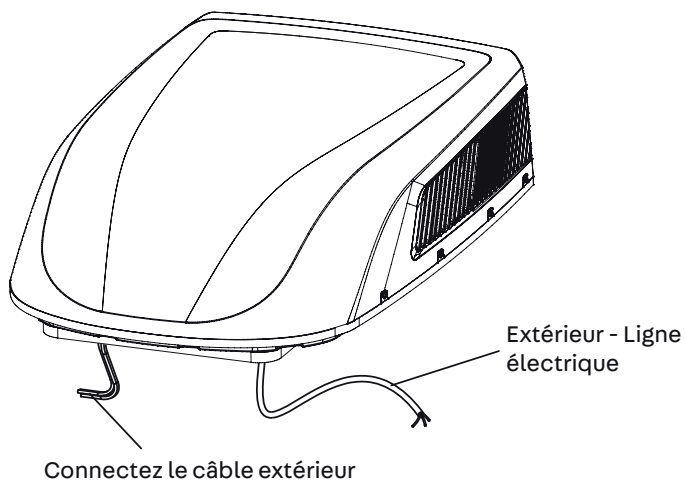

Figure 6
1. Comme le montre la figure 6, l'unité extérieure a deux fils sortants, le câble d'alimentation (230 V) et le câble de signal de commande. Le premier doit être connecté directement à la borne d'alimentation, le second au fil de signal de commande de l'unité intérieure.